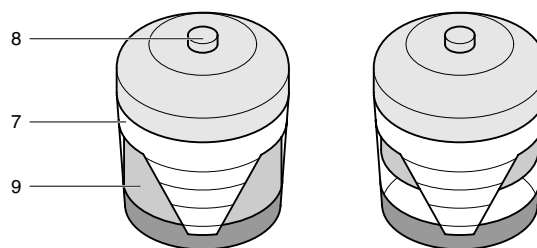

Рис. 5.3 Индикатор вакуума
1. Разожмите зажимы (1) и извлеките пылесборник (2). Очистите пылесборник.
2. Извлеките элемент (4) из корпуса (5).
5. Установите на место индикатор вакуума (Рис. 5.3).